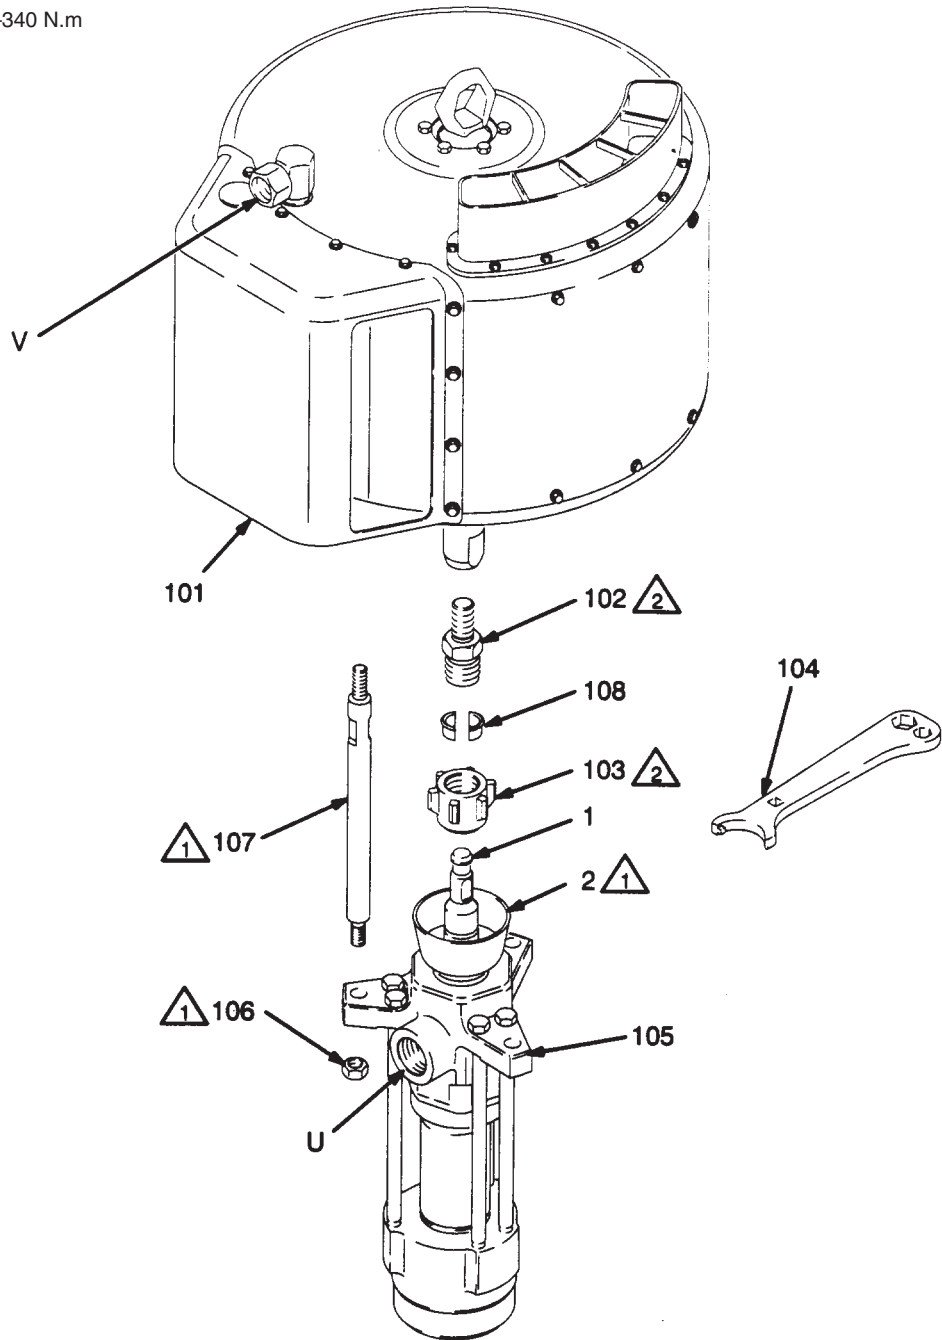

Fig. 4
4. Con una chiave inglese (o con punzone e martello) svitare il dado di unione (103) dall'adattatore di biella (102). Smontare i collari di accoppiamento (108). Attenzione a non perderli e a non farli cadere. Cfr. fig. 4.
5. Afferrare le parti piatte dei tiranti in una morsa in modo da impedire ai tiranti di girare. Svitare i dadi (106) dai tiranti (107). Smontare delicatamente la pompa volumetrica (105) dal motore (101).
1. Avvitare l'adattatore di biella (102) nell'albero del motore pneumatico. Afferrare le parti piatte dell'albero motore con una chiave per impedire all'albero di ruotare e serrare l'adattatore a 312–340 N·m. Cfr. fig. 4.
2. Avvitare i tiranti (107) nella base del motore pneumatico (101). Lavorando con una chiave sulle parti piatte dei tiranti serrare a 129–142 N·m.
3. Accertarsi che il dado d'unione (103) ed i collari d'accoppiamento (108) siano in sede sull'asta dello stantuffo (1).
4. In almeno due persone tenere la pompa volumetrica mentre una terza persona la ricollega al motore (leggere l'**avvertenza** a lato). Orientare l'uscita del fluido della pompa (U) sull'ingresso dell'aria (V) come indicato al punto 3 del capitolo **Smontaggio della pompa volumetrica**. Posizionare la pompa volumetrica (105) sui tiranti (107).
5. Avvitare i dadi (106) sui tiranti (107) e serrare a 129–142 N·m.
6. Avvitare il dado d'unione (103) sull'adattatore di biella (102) senza stringere. Afferrare le parti piatte dell'adattatore di biella con una chiave per impedire all'adattatore di ruotare. Serrare il dado d'unione con una chiave inglese. Serrare a 312–340 N·m.
7. Ricollegare tutti i flessibili. Ricollegare il filo di terra se lo si era precedentemente scollegato. Riempire il dado premiguarnizione (2) per 1/3 di liquido di tenuta per gole Graco (TSL) o di solvente compatibile.
9. Prima di reinserire la pompa nel ciclo produttivo eseguire la **Procedura di decompressione** di pag. 11. Serrare nuovamente il dado premiguarnizione (2) a 129–142 N·m.